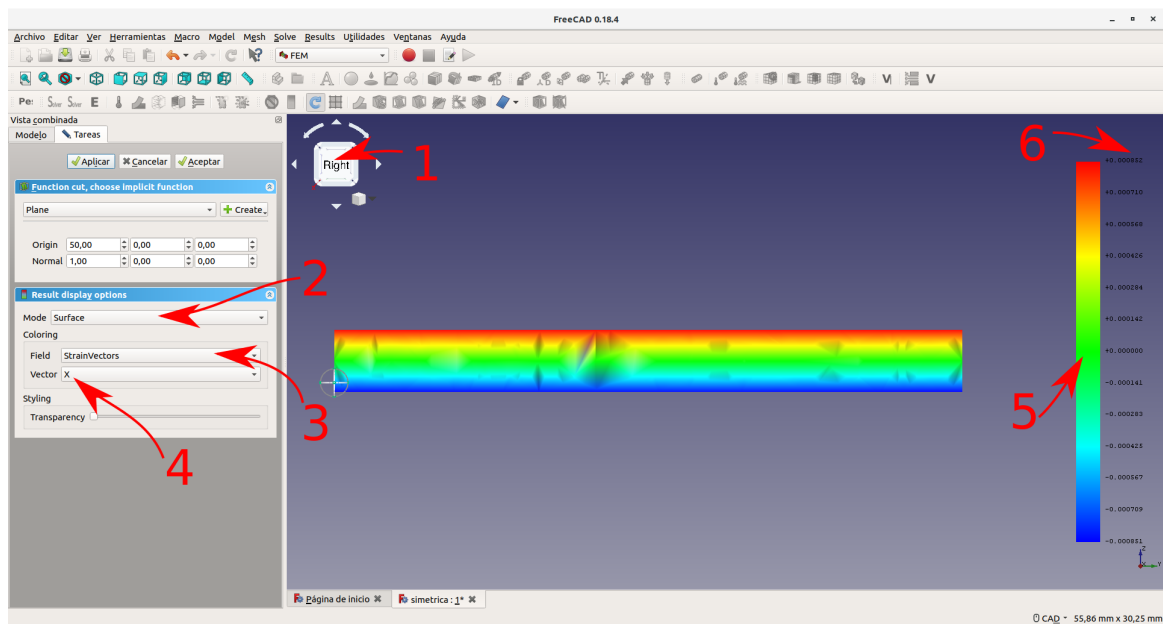

Figura 2.7.6: Valor de la deformación unitaria
Para mostrar los decimales en la visualización (especialmente en desplazamientos unitarios), se pulsa con el botón derecho en la barra de color marcada como 5 en la figura 2.7.6 y se selecciona opciones. A continuación aparecerá la pantalla de la imagen 2.7.7, se aumenta el número de decimales a 6 que es el máximo en (1) y se pulsa aceptar.